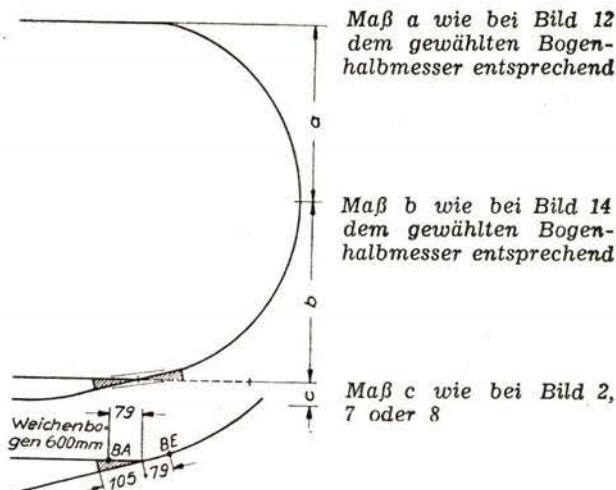

Bild 16 Doppelgleis als Anschluß an einen eingleisigen Halbkreisbogen; Maßstab 1 : 20
- e) Für beliebige Bogenhalbmesser bei Entwicklung eines Doppelgleises aus einem eingleisigen Bogen, der bis zur Parallellage ausgeführt wird (Bild 16).